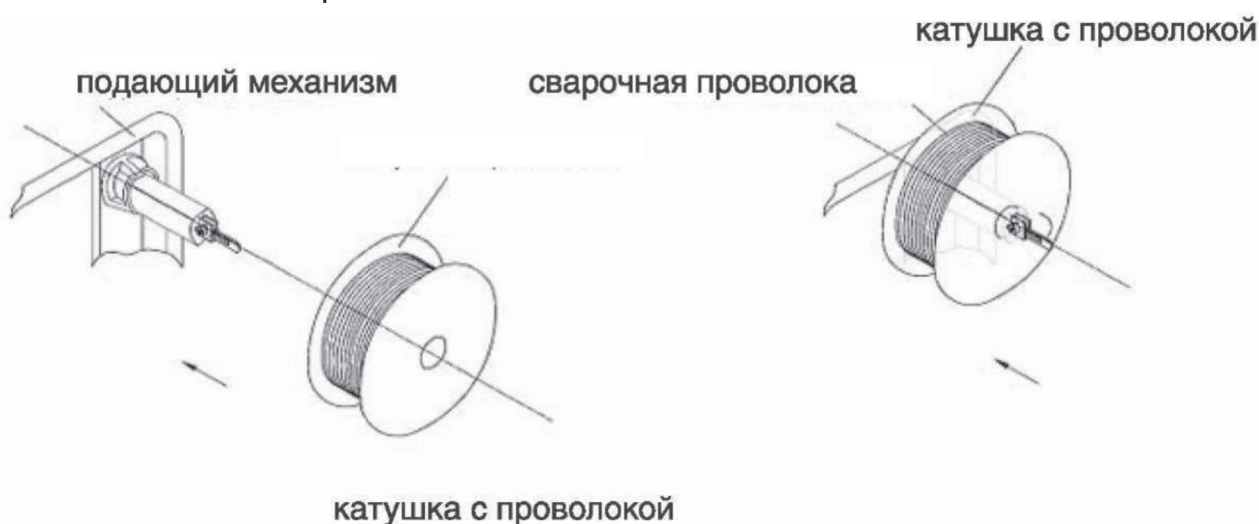

Рис. 5.3. Установка кассеты со сварочной проволокой
5.4 Проверьте наличие заземления стола сварщика. Установите кассету с проволокой на вал подающего механизма согласно рис. 5.3
5.6 Заправьте проволоку через подающий механизм (см. рис.5.3) в горелку, для чего: